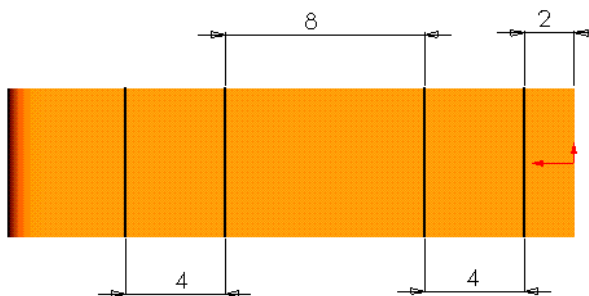

Рис. 4.7
1. Остальные сгибы этой детали можно выполнить одновременно, так как, они выполняются в одном направлении и на одинаковый угол. С помощью инструментов  и  создать эскизы сгибов (рис. 4.7).